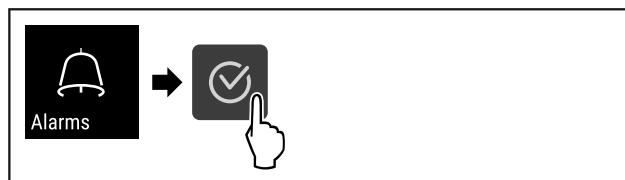

Fig. 143
- Stappen (zie Fig. 143) uitvoeren.